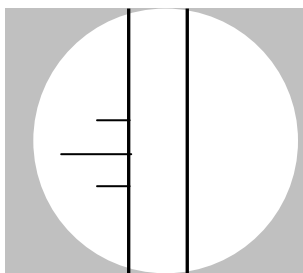

图 5-7 目镜内的两条细线非常清晰
1. 旋转眼罩，直至目镜内的两条细线都非常清晰。见图 5-7。
2. 旋转眼罩，直至目镜内的两条细线都非常清晰。见图 5-7。